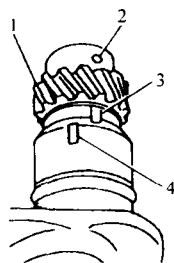

图 1-9 马克西姆 3.0L (VG30E) 发动机分电器轴与分电器壳对正位置
3) 安装分电器至发动机上, 使分火头与分电器盖上的第一缸点火高压线的位置对正。确保分电器安装到位, 分电器轴完全啮合。分电器轴与分电器盖的对正标记如图 1-9 所示。